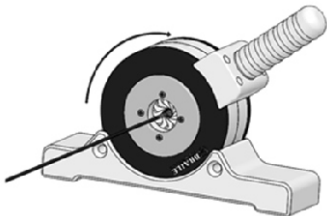

Figura 22: Ajuste parcial de la prótesis en el sistema de colocación, girando el mango del ajustador a aproximadamente 75% de su curso total.
- H.4. Realizar el ajuste parcial de la prótesis, girando el mango del ajustador hasta aproximadamente 75% del curso total, como se muestra en la Figura 22, y luego devolverlo a la posición inicial.